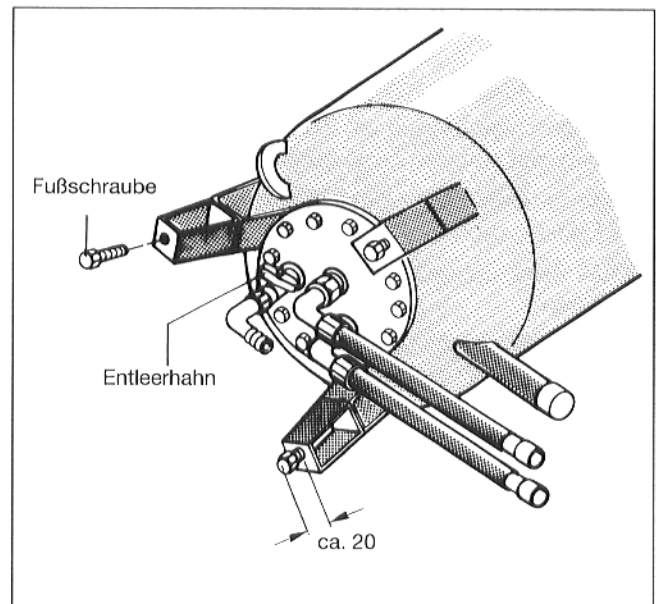

Abb. 2 – Prinzipabbildung
- Befestigungsschrauben als Fußschrauben bis auf ca. 20 mm in Speicherfüße eindrehen (Abb. 2).
- Prüfen ob Entleerhahn geschlossen ist und Schrauben des Handlochdeckels vorschriftsmäßig dichtend angezogen sind (Abb. 2).